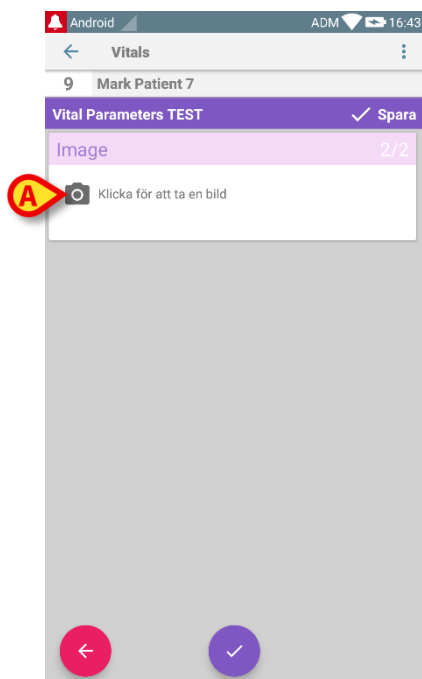
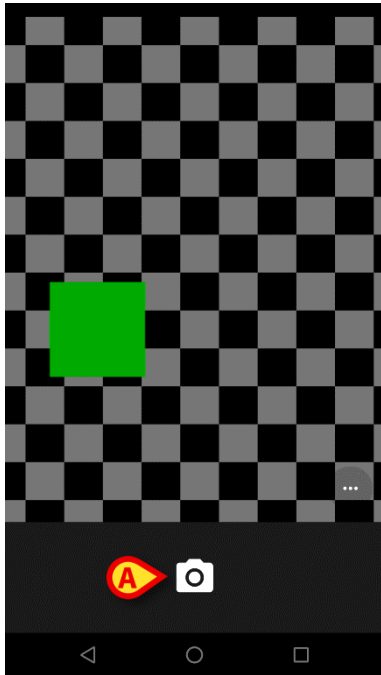
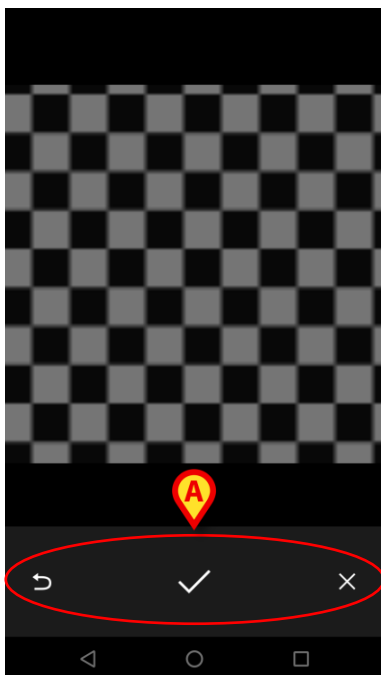

Fig. 78
Fig. 79
Fig. 80
Följande skärmbild öppnas (Fig. 78).
- Tryck på ikonen i Fig. 78 **A** för att aktivera kameran (Fig. 79).
- Tryck på ikonen  för att ta bilden (Fig. 79 **A**). En förhandsvisning visas på skärmbilden (Fig. 80).
- Använd knapparna i Fig. 80 **A** för att:
1. gå tillbaka till bildackvisitionsläget (Fig. 79)
2. behålla bilden och gå tillbaka till bildackvisionssidan (Fig. 78)
3. kassera bilden och gå tillbaka till bildackvisionssidan (Fig. 78).